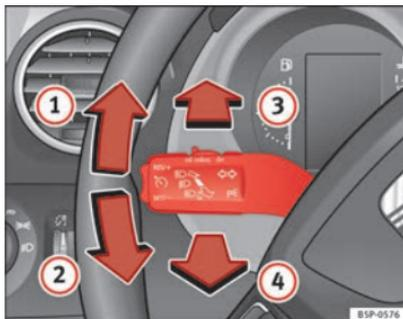

Fig. 78 Leva degli indicatori di direzione e degli abbaglianti
- Spingere la leva verso l'alto (fino al riscontro) ⇒ fig. 78 ① se si vuole mettere la freccia **a destra**; verso il basso ② invece, per mettere la freccia **a sinistra**.
- Se sono attivati gli anabbaglianti, spostare la leva in avanti ⇒ fig. 78 ③ per accendere gli abbaglianti.
- Spostare la leva verso il volante ⇒ fig. 78 ④ per spegnere gli abbaglianti.